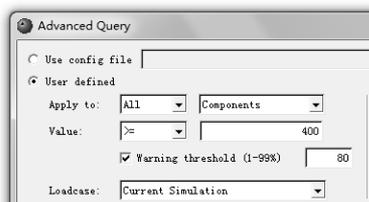

图 13-25 Advanced Query 面板参数设置
- (7) 将 Loadcase 设置为 Current Simulation, 以上设置如图 13-25 所示。